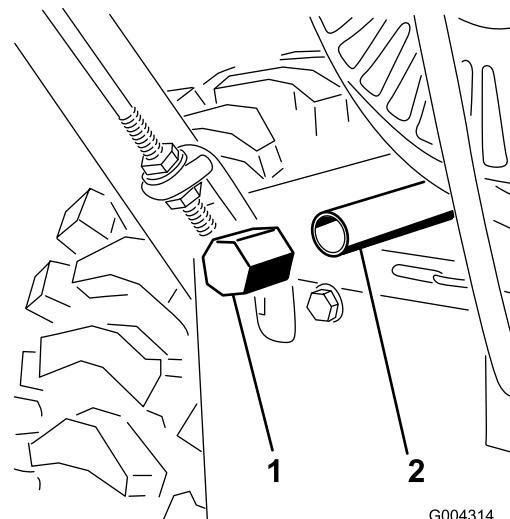

Figura 26
4. Inserite una bacinella di spurgo dell'olio sotto la prolunga e togliete il tappo di spurgo (Figura 26).